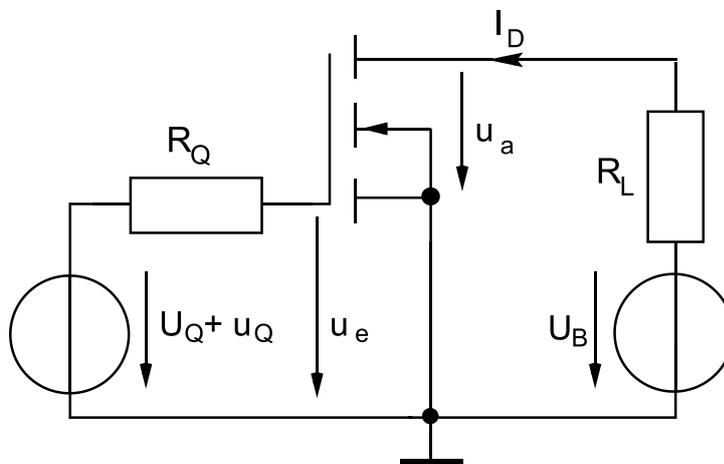

Abb. 4.2: Sourceschaltung mit Lastwiderstand  $R_L$
- 4.3 Gegeben sei die Source-Schaltung (s. Abb. 4.2) mit dem MOSFET aus Aufgabe 4.1, der Betriebsspannung  $U_B = 5 \text{ V}$  und dem Lastwiderstand  $R_L = 500 \Omega$ .
- c) Zeichnen Sie für die Sourceschaltung in Abb. 4.2 das Kleinsignalersatzschaltbild (ESB) und bezeichnen Sie die Ersatzschaltbildelemente! Der Quellwiderstand  $R_Q$  und der Gatewiderstand seien vernachlässigbar klein.